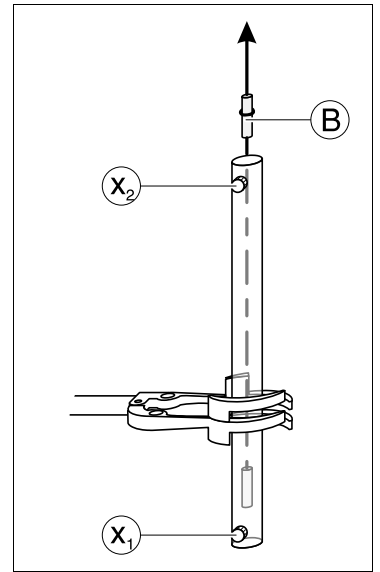

Fig. 8.5
- Schraube x₁ lösen und bei festgehaltenem Bandhalter (B) Schraube x₂ entfernen (Fig. 8.5).